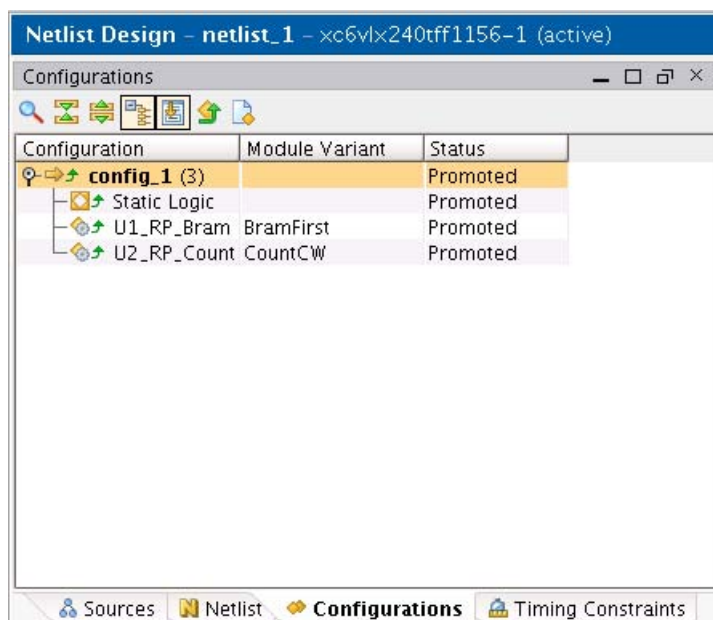

図 22 : [Promoted] ステータス
6. [Configurations] タブをクリックし (開いていない場合は [Window] → [Configurations] をクリック)、ステータスが [Promoted] に変更されていることを確認してください (図 22)。